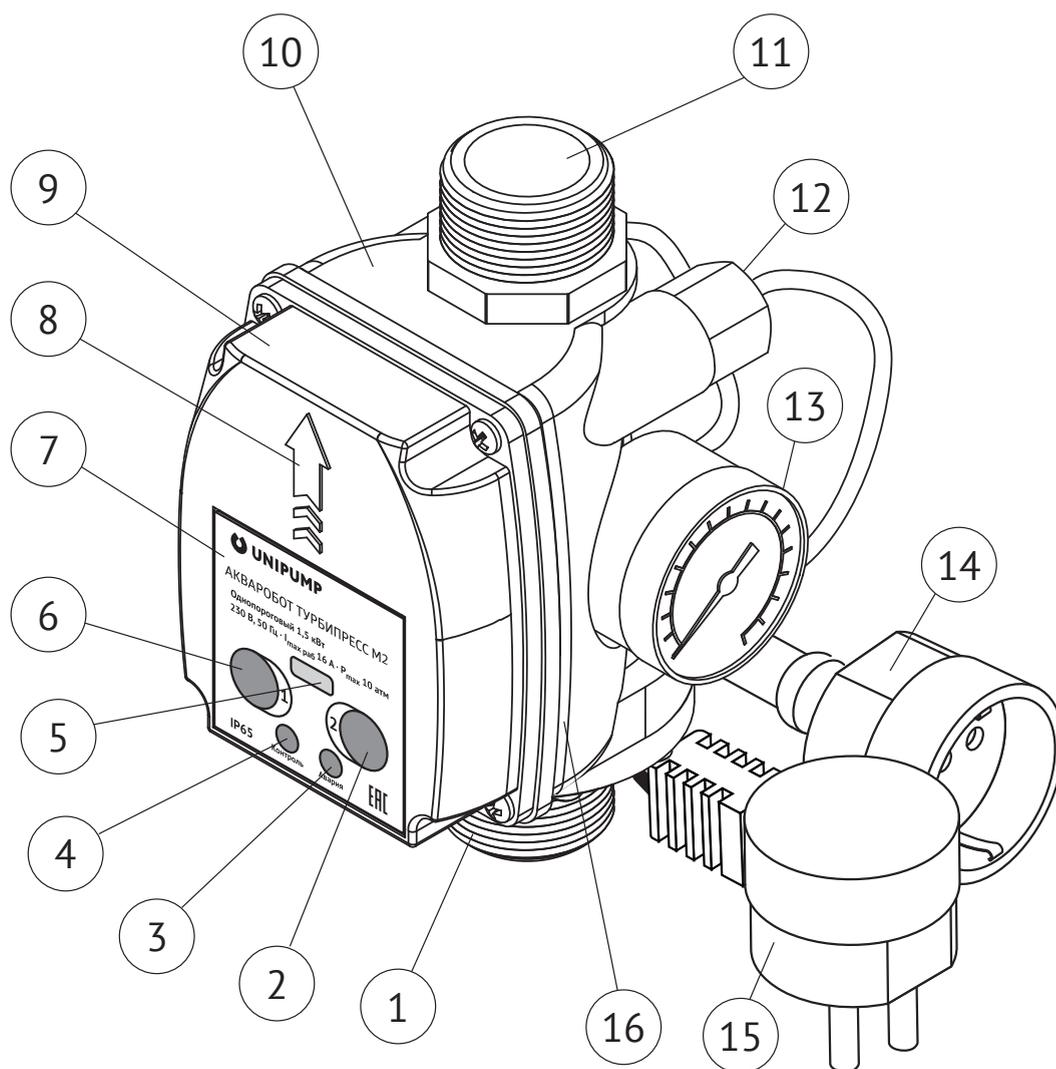
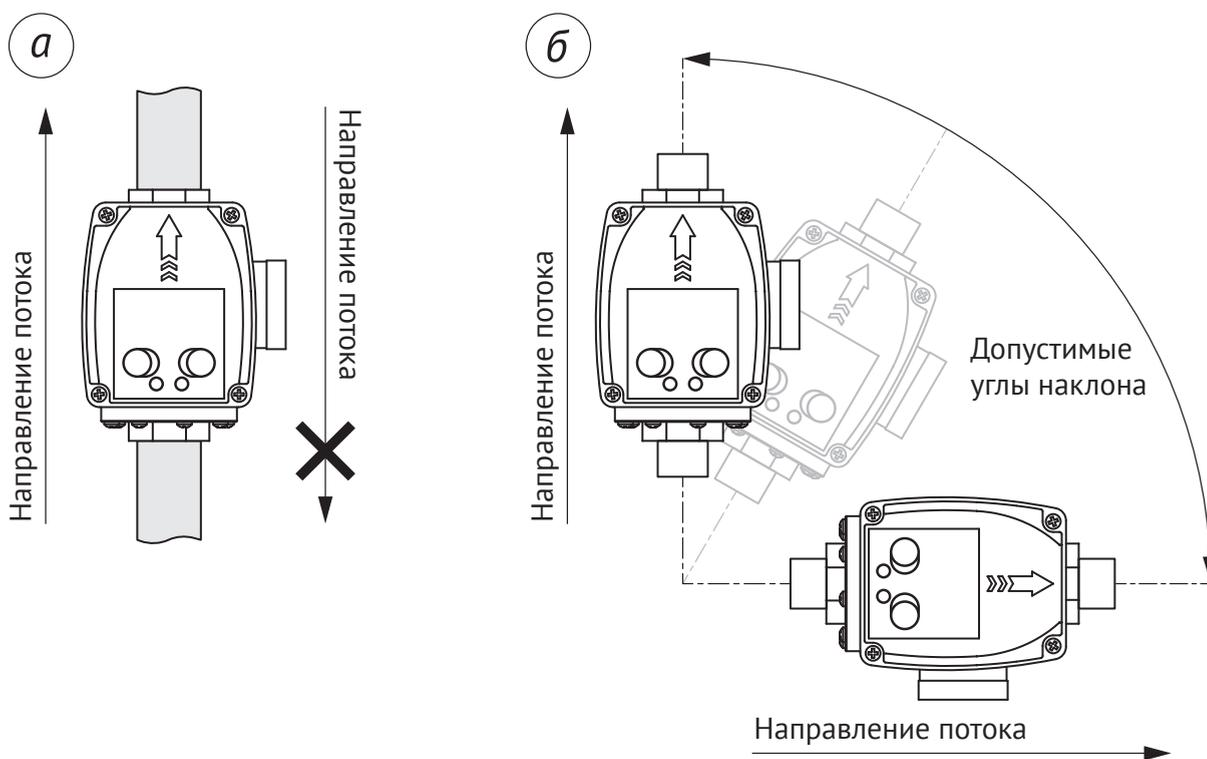

Рисунок 1 - Общее устройство Блока
Рисунок 2 - Способы установки Блока: а) относительно направления потока; б) относительно горизонтали
Направление стрелки на защитной крышке Блока (см. рисунок 1, поз. 8) должно соответствовать направлению потока жидкости в трубопроводе (см. рисунок 2а). Блок допускается устанавливать горизонтально, вертикально или под углом (см. рисунок 2б).
- открутите винты и снимите защитную крышку Блока (см. рисунок 1, поз. 9) вместе с уплотнительной резиновой прокладкой (см. рисунок 1, поз. 16);
- после завершения электрического подключения, установите резиновую прокладку и защитную крышку на прежние места. Зафиксируйте крышку винтами. Затяните зажимные гайки на кабельных вводах (см. рисунок 1, поз. 12).